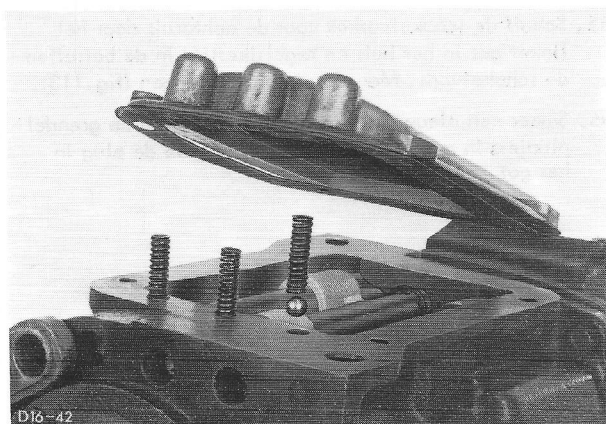

Fig.116 Deksel monteren; let op de 3 arreterkogels.
61. Plaats de 3 arreterkogels in de betreffende gaten in het huis. Plak de veren met vet in het versnellingsbakdeksel en monteer het deksel voorzichtig, tezamen met een nieuwe pakking (fig.116). Monteer de bouten en zet deze met het voorgeschreven aantrek-koppel vast.